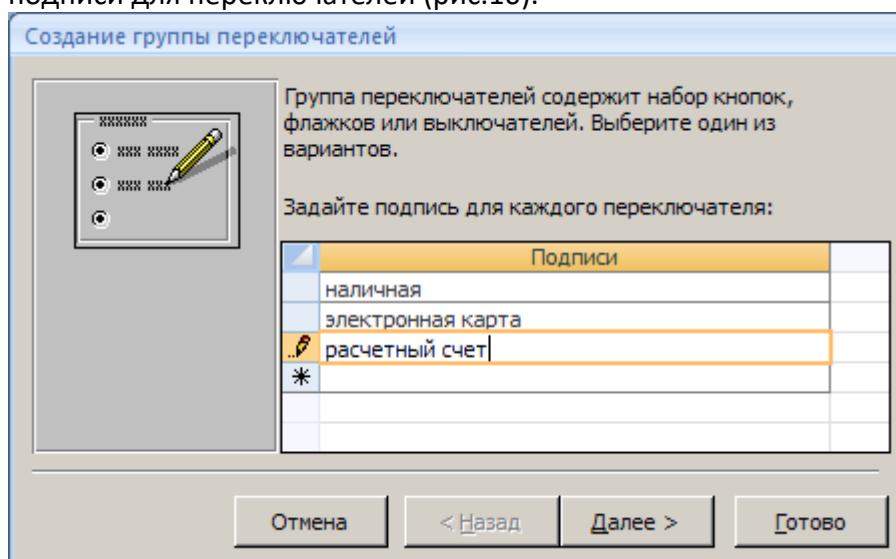

Рис.10. Мастер создания элементов ПЕРЕКЛЮЧАТЕЛИ
11. Откроется первое диалоговое окно МАСТЕРА создания переключателей. Введите подписи для переключателей (рис.10).